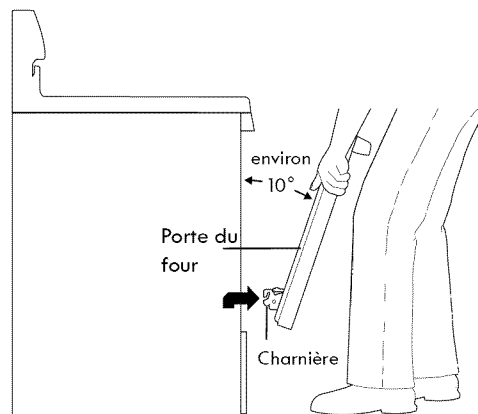

Fig. 3
3. Tenez fermement les deux côtés de la porte du four (n'utilisez pas la poignée de la porte - fig. 3).
1. Tenez fermement les deux côtés de la porte du four (n'utilisez pas la poignée de la porte - fig. 3).